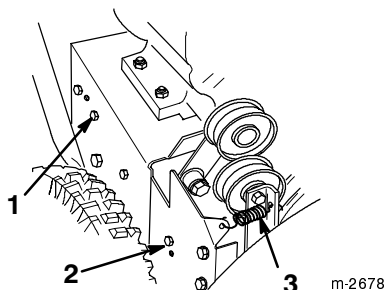

Figure 26
3. Desserrez le bras de frein de tarière. Pour ce faire, desserrez la vis arrière et retirez la vis avant (Fig. 26).
4. Déposez le ressort de poulie folle (Fig. 26). Laissez le bras de frein pendre librement, mais hors du chemin.
3. Desserrez le bras de frein de tarière. Pour ce faire, desserrez la vis arrière et retirez la vis avant qui fixent l'ensemble de bras de frein au châssis (Fig. 26).